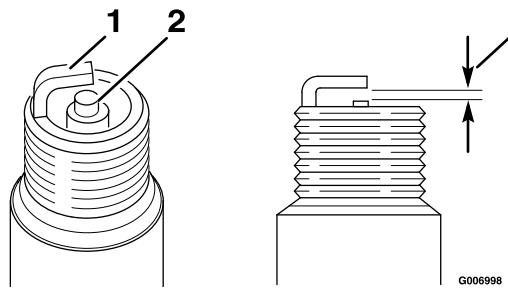

Figura 36
1. Controllate il centro della candela (Figura 36). Se l'isolatore è marrone chiaro o grigio, il motore funziona correttamente. Una patina nera sull'isolatore significa in genere che il filtro dell'aria è sporco.
2. Controllate la distanza tra gli elettrodi centrale e laterale (Figura 36). Piegate l'elettrodo laterale se la distanza non è corretta.